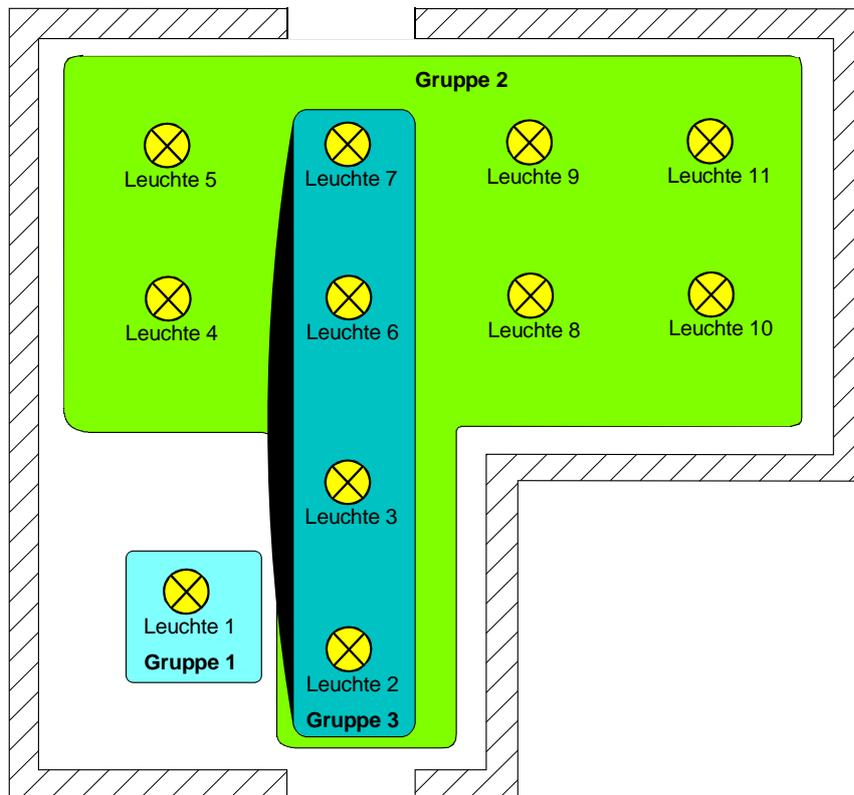

Bild 5: Beispiel einer Gruppenbildung im DALI-System
Ein DALI-System kann maximal 64 Betriebsgeräte adressieren, wobei das Gateway selbst nicht als Betriebsgerät gezählt wird. Das DALI-Gateway stellt 32 KNX/EIB steuerbare Gruppen zur Verfügung, die in der ETS 3 ähnlich einem Dimmaktor-Kanal parametrierbar sind. Es stehen busseitig verschiedene Kommunikationsobjekte zur Verfügung, wodurch u. A. das Schalten, das Dimmen, die Vorgabe von Helligkeitswerten oder die Zeit- oder Szenensteuerung einer Gruppe realisiert werden kann. Im Zuge der DALI-Inbetriebnahme werden die max. 64 DALI-Betriebsgeräte beliebig einer oder mehreren Gruppen des Gateways zugeordnet (vgl. Bild 5 auf der nächsten Seite). Erst durch die Gruppen-Zuordnung wird die Möglichkeit geschaffen, die DALI-Betriebsgeräte einzeln (Individualzuordnung - nur ein Gerät in der Gruppe) oder gemeinsam (Mehrfachzuordnung - verschiedene Geräte in einer Gruppe) über den KNX/EIB anzusteuern.
In der Beispiel-Gruppenbildung (vgl. Bild 5) besitzt jede der eingezeichneten Leuchten ein DALI-Betriebsgerät, welches einer Gruppe oder mehreren Gruppen zugeordnet ist. Im Beispiel befindet sich die Leuchte 1 in einer Individualgruppe. Diese Leuchte kann getrennt von den anderen Leuchten angesteuert werden. Die übrigen Leuchten befinden sich in der Gruppe 2 und werden somit gemeinschaftlich angesteuert. Zusätzlich können die Leuchten 2, 3, 6 und 7 über die Gruppe 3 angesteuert werden. Die Gruppen 2 und 3 überlappen sich also für die genannten Leuchten.
**i** DALI-Betriebsgeräte, die mehreren Gruppen zugewiesen sind, stellen sich immer auf den zuletzt über eine der zugeordneten Gruppen eingestellten Zustand ein. In diesem Fall kann die Rückmeldung des Schaltstatus oder des Helligkeitswertes einer Gruppe nicht immer eindeutig sein. Beispiel 1 (vgl. Bild 5): Gruppe 2 wird auf 10% Helligkeit eingestellt. Danach wird Gruppe 3 auf 20% Helligkeitswert gedimmt. Die Leuchten der Gruppe 3 nehmen den zuletzt aufgerufenen Helligkeitswert 20% an. Die Rückmeldung der Gruppe 2 bleibt auf 10% stehen, obwohl einige zur Gruppe gehörende Betriebsgeräte auf 20% Helligkeit eingestellt wurden. Beispiel 2: Gruppe 2 wird eingeschaltet und nimmt den Helligkeitswert 100% ein. Der Zustand der Gruppe 3 ist intern im DALI-Gateway weiterhin auf 0% Helligkeit (AUS) eingestellt. Nun wird Gruppe 3 hochgedimmt. Die Leuchten der Gruppe 3 passen sich dem Dimmvorgang an (hochdimmen beginnend bei minimaler Helligkeit), obwohl diese Leuchten zuvor bereits durch die Gruppe 2 eingeschaltet gewesen sind. Grundsätzlich ist die Zuordnung von DALI-Betriebsgeräten zu Gruppen beliebig. Aus den genannten Gründen wird jedoch empfohlen, DALI-seitig Betriebsgeräte nicht mehreren Gruppen zuzuordnen. In diesem Fall kann die Mehrfachzuweisung im PlugIn abgeschaltet werden, wenn das Applikationsprogramm mit der Version "0.3" oder "1.3" in der ETS-Projektierung verwendet wird. Besser ist die Aufteilung der Geräte auf getrennte und nicht überlappende Gruppen und eine KNX/EIB-seitige Verknüpfung über die Gruppenadressierung in der ETS.